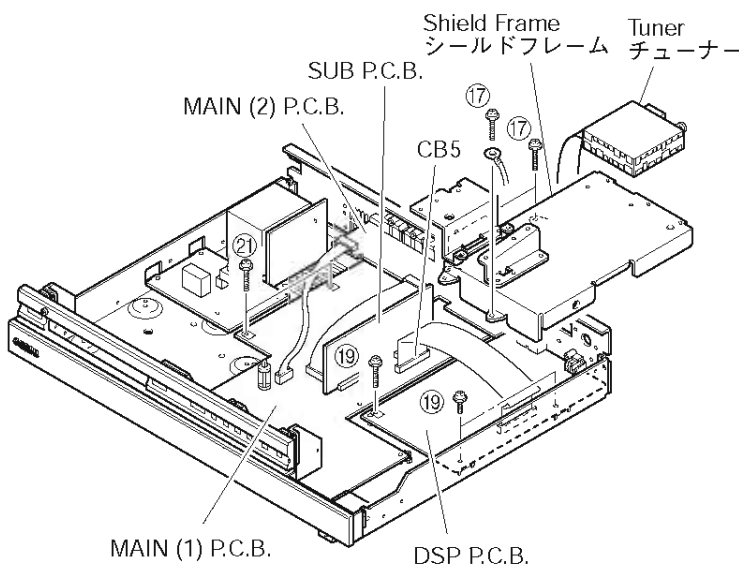

Fig. 10
- b. Remove the Tuner. (Fig. 10)
- d. Remove CB5. (Fig. 10)
- e. Remove 3 screws (17) and then remove the Shield Frame. (Fig. 10)
- e. Remove 3 screws (19) and then remove the DSP P.C.B.. (Fig. 10)
- b. チューナーを取り外します。(Fig. 10)
- d. CB5を外します。(Fig. 10)
- e. 17のネジ3本を外し、シールドフレームを取り外します。(Fig. 10)
- e. 19のネジ3本を外し、DSP P.C.B.を取り外します。(Fig. 10)
- b. Remove 2 screws (21) and then remove the MAIN (1) P.C.B. together with the rear panel. (Fig. 10)
- b. 21のネジ2本を外し、リアパネルといっしょにMAIN (1) P.C.B.を取り外します。(Fig. 10)